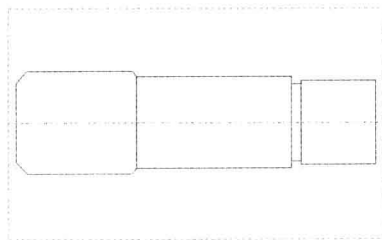

图 2-83 绘制其他倒角
Step 04 用与上同样的方法，绘制其他倒角，单击鼠标中键，完成轴倒角的绘制，如图 2-83 所示。